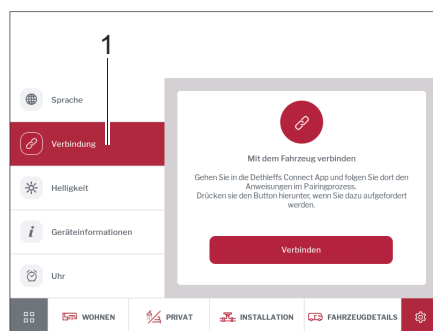

Bild 272 Verbindung
- Auf Schaltfläche *Verbindung* (Bild 272,1) tippen.